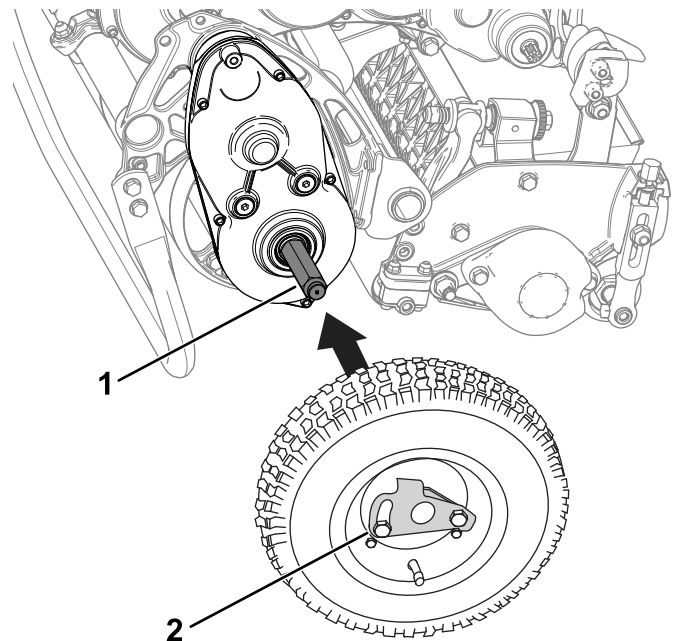

Figura 23
2. Inserite una ruota su un asse (Figura 23).
3. Ruotate la clip bloccaruote (Figura 23) allontanandola dal centro della ruota e lasciandola scorrere più in là sull'asse.